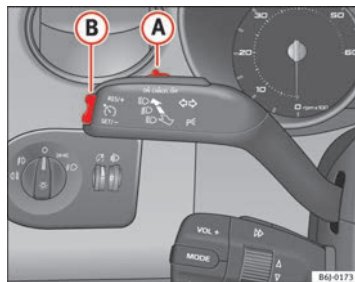

Fig. 122 Levier des clignotants et des feux de route : commande et touche basculante pour régulateur de vitesse
- Appuyez sur la partie supérieure de la touche à bascule **RES** ⇒ fig. 122 **B** pour augmenter la vitesse. Tant que vous maintenez enfoncée la commande à bascule, le véhicule accélère. Lorsque vous lâchez la commande à bascule, la nouvelle vitesse est mémorisée.
⇒ fig. 122 **(B)**.